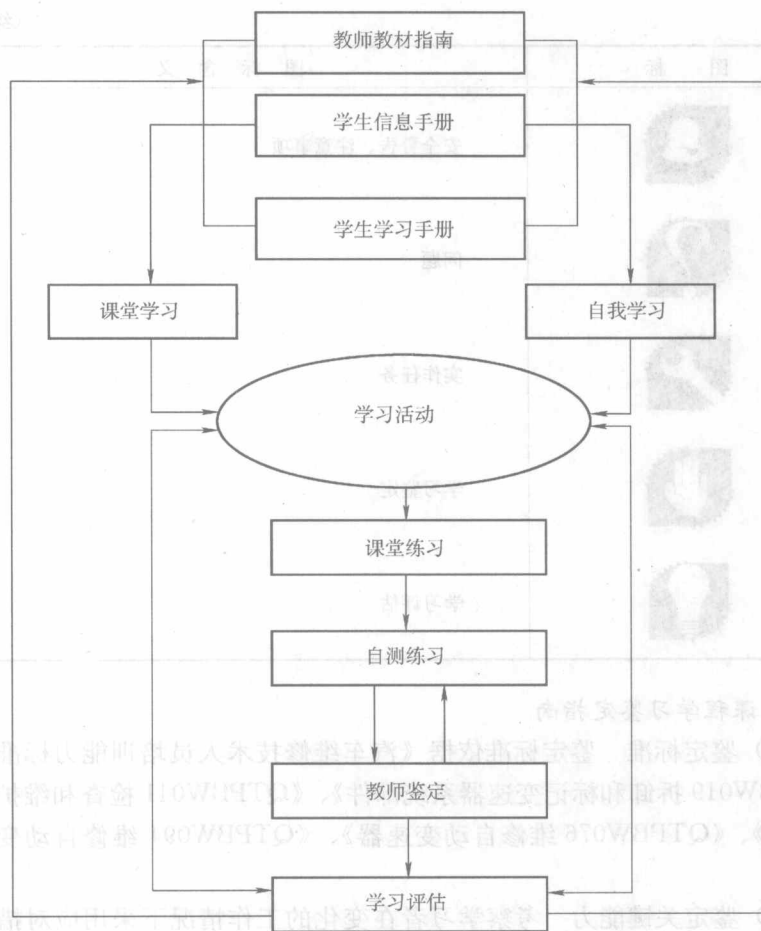

图 0-1 教学（学习）步骤
(2) 学习步骤 学生可以按照本书在课堂学习（包括实习场地），也可以根据自己具备的基本能力，按照本书自己制定学习计划学习。其教学（学习）步骤如图 0-1 所示。